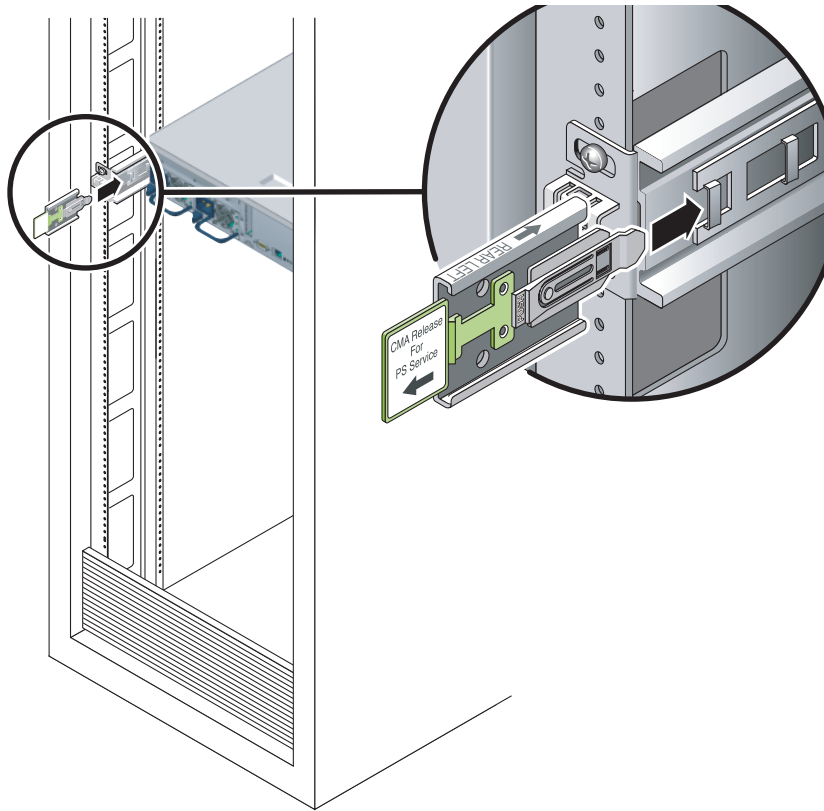

ABBILDUNG 2-8 Einfügen der Schienenverlängerung der Kabelführung in das hintere Ende der linken Schiene
1. Führen Sie auf der Rack-Rückseite die Schienenverlängerung der Kabelführung in das Ende der linken Schienenbaugruppe ein (ABBILDUNG 2-8). Der Streifen am vorderen Ende der Schienenverlängerung rastet hörbar ein.